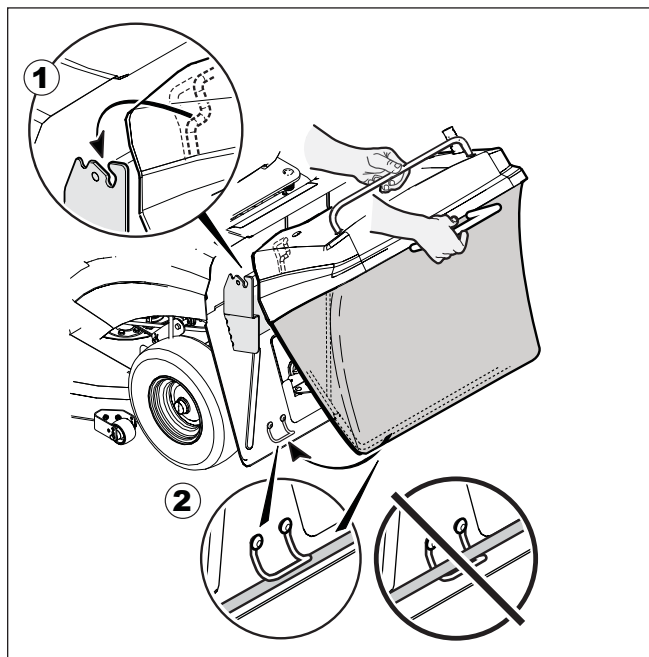

Figura 5
1. Montare il gruppo sacca per l'erba sul dietro dei supporti dell'insaccatore come illustrato (vedere Figura 5).